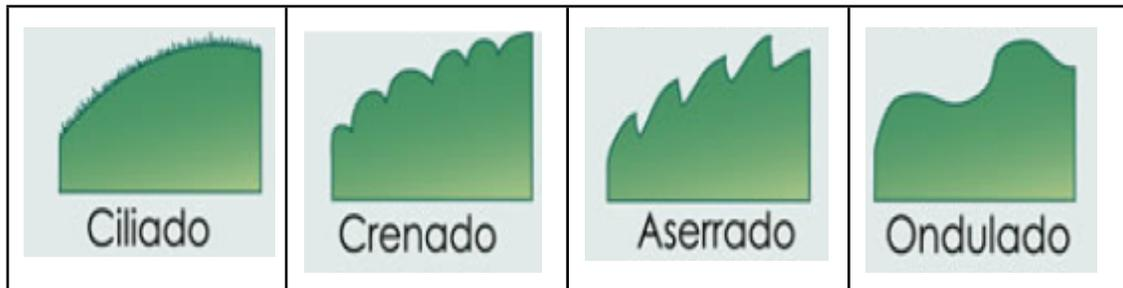

Figura 2. Tipos de borde.
7. Utilizando la Figura 2, indica el tipo de borde de la hoja.